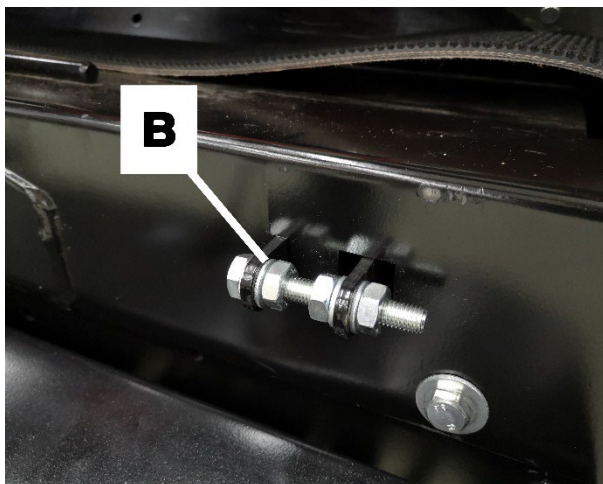

Figure 15
- ❑ Les rouleaux d'entraînement et de renvoi du convoyeur d'alimentation sont équipés de raclettes A, Fig. 15, qui permettent aux rouleaux de rester propres à tout moment. Par exemple, en hiver, la neige ne s'accumule pas sur les rouleaux.